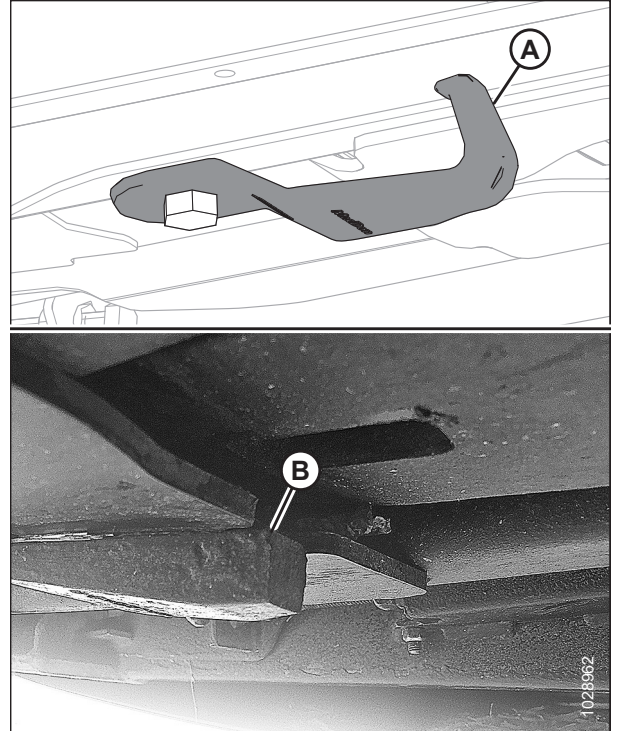

Figura 4.212: Ganci rimovibili del supporto
La figura 4.212, pagina 427 mostra un gancio rimovibile non danneggiato (A) e un gancio rimovibile danneggiato (B). Il gancio rimovibile allungato non è illustrato.